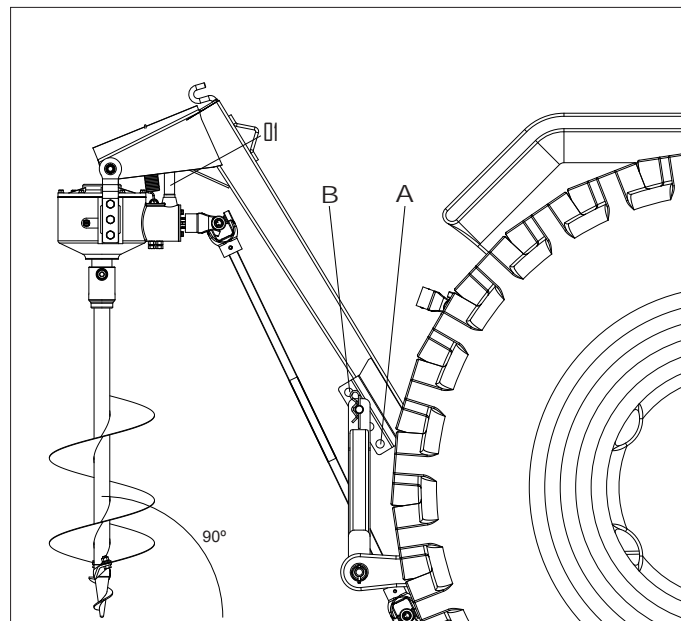

FIGURA 17
- Conforme o tipo do trator, regule a altura do perfurador no cabeçalho de engate, conforme letras “A a B”, da figura 17.
- Abaixar o perfurador até a ponta da broca tocar no solo, movimento o trator para frente ou para trás, até que a broca fique a 90° conforme figura 17, em seguida solte a trava (1), regule o parafuso de regulagem até o mesmo tocar na chapa superior do chassi do perfurador, aperte novamente a trava (1).